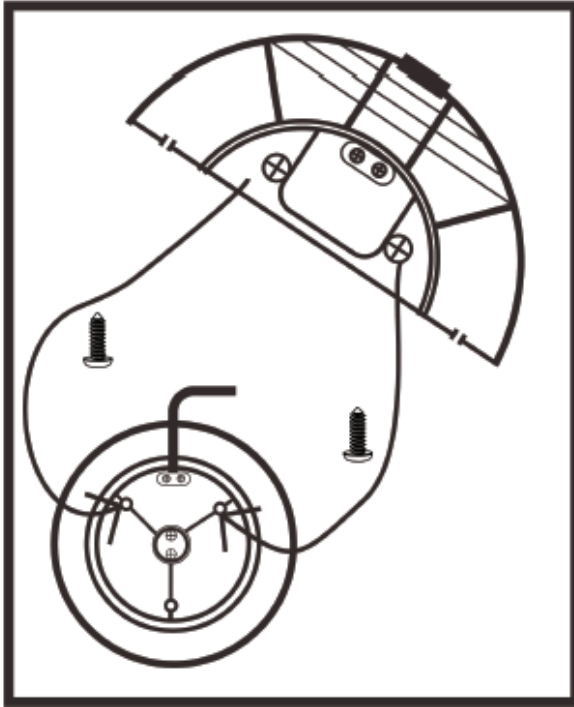

Abb. 3
- Nun stecken Sie den zweiten Teil des Ständers (9) auf den Motor (2) und den Teil des Gestells (9), der bereits montiert worden ist. Das Netzkabel (8) muss nun durch die Mitte des Ständers (9) geführt und durch die Kabelführungen eingefädelt werden (siehe Abb. 3).